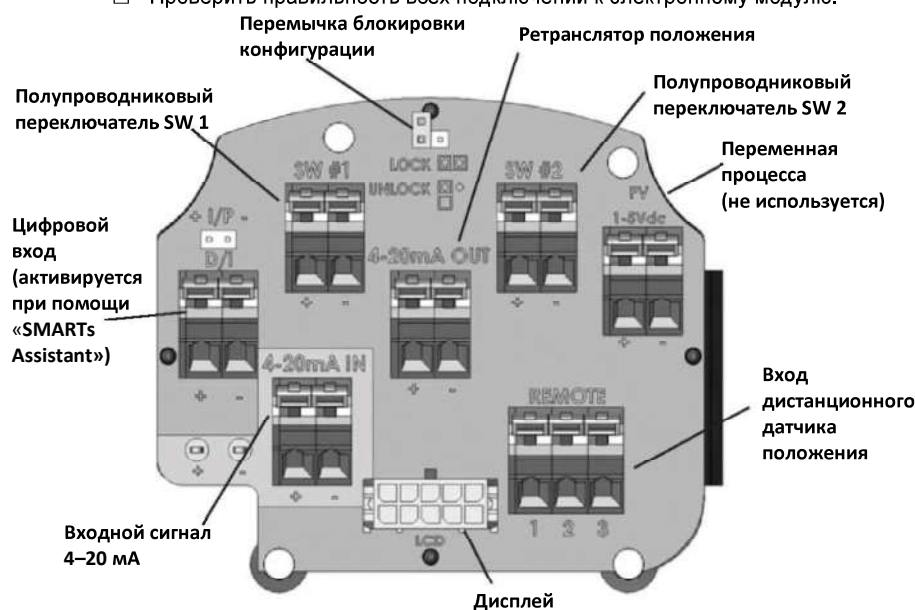

Рис. 27. Подключения к электронному модулю (через соединительный щиток)
1. Ослабить четыре (4) винта и снять крышку SVI II AP. Присоединить клеммы +/– к источнику тока: присоединить + к +, а – к –. См. Рис. 27 на стр. 51. Установить на место крышку и дисплей.